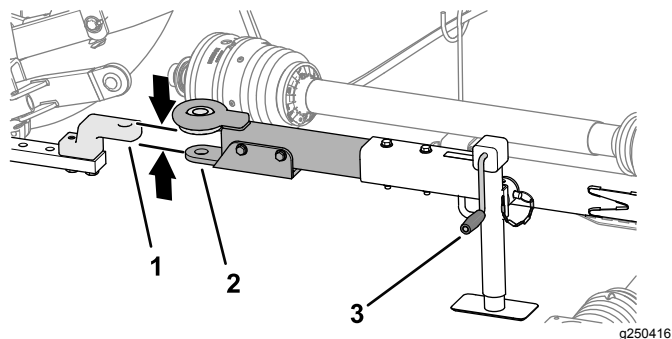

Рисунок 22
- С помощью рукоятки домкрата поднимайте или опускайте домкрат буксировочной штанги до совмещения ее с тяговым брусом или поворотным сцепным устройством (Рисунок 22).
- Совместите тяговый брус или поворотное сцепное устройство буксирного автомобиля с буксировочной штангой газонокосилки (Рисунок 22).